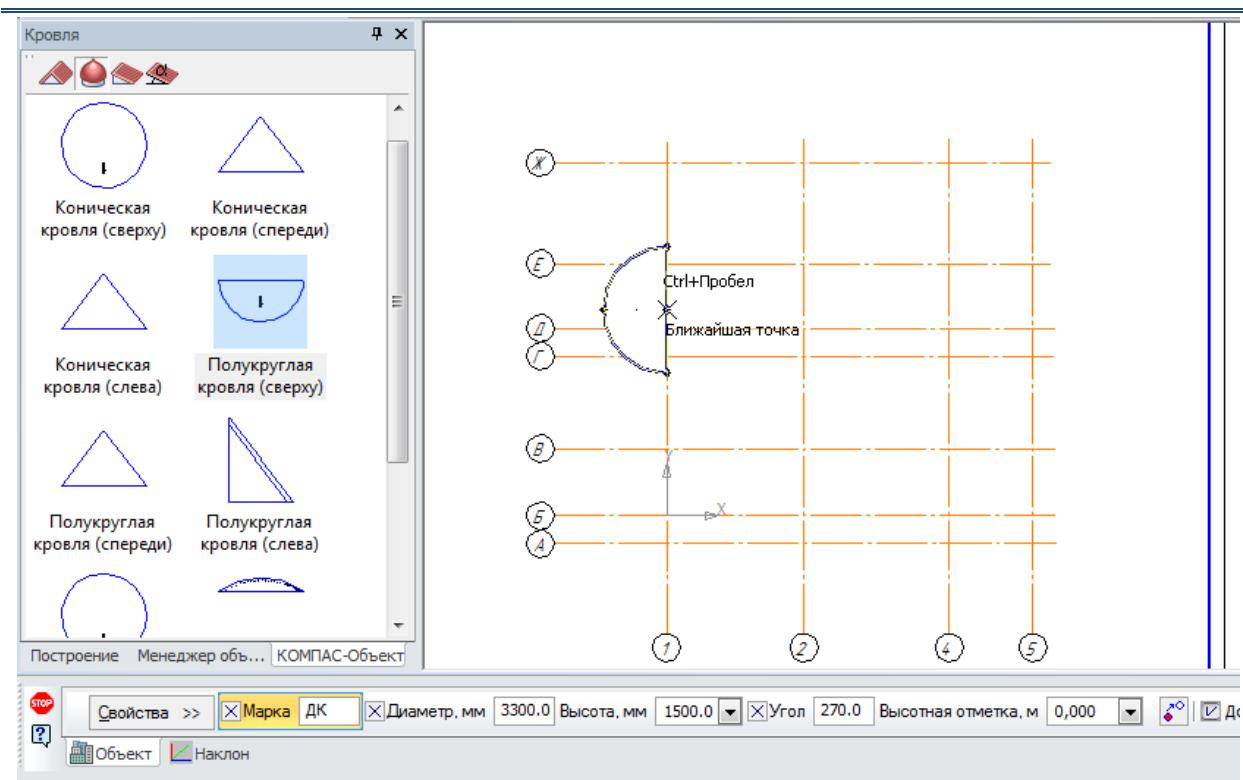

Рисунок 1.6.4. Построение полукруглой кровли.
- Над дугообразной стеной постройте полуциркульную кровлю диаметром 3300 и высотой 1500. Привязку укажите в центре построения дуги. (Рис. 1.6.4.)